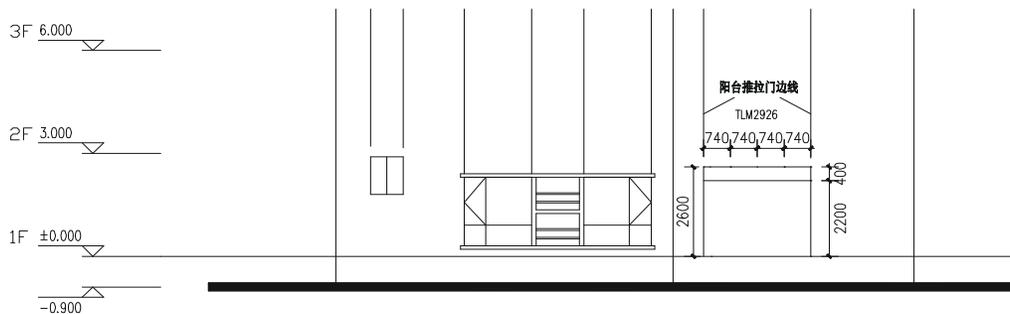

图 12-1-22
**STEP 11** 使用修剪命令 TRIM 将偏移得到的线段进行修剪，得到如图 12-1-22 所示的结果。
**STEP 13** 使用等分命令 DIVIDE ( DIV ) 将如图 12-1-22 所示矩形最上边的线段等分成四等份，每一份为 740。